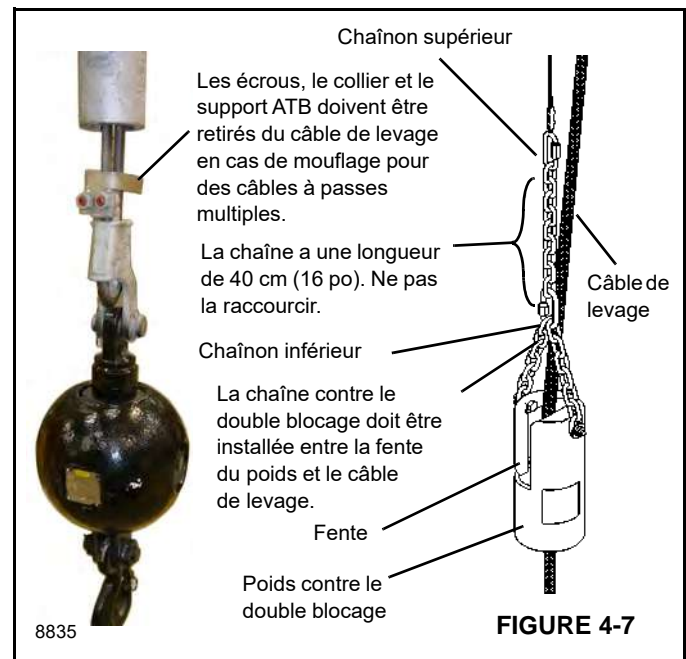

FIGURE 4-7
20. Retirer l'interrupteur de protection contre le double blocage (ATB) et l'ensemble poids/chaîne, puis les poser sur la pointe du bras (voir Figure 4-7). Veiller à utiliser la clavette fournie avec l'interrupteur.
5. Débrancher le connecteur du câble ATB/RCL (12, Figure 4-4) de l'arrière du bras. Rebrancher le connecteur de l'interrupteur ATB/RCL à la pointe de la flèche. Déplacer l'ensemble poids/chaîne jusqu'à la pointe de la flèche (voir Figure 4-7).
1. Si nécessaire, débrancher le connecteur du câble ATB/RCL de l'arrière du bras. Rebrancher le connecteur de l'interrupteur ATB/RCL à la pointe de la flèche. Déplacer l'ensemble poids/chaîne jusqu'à la pointe de la flèche (Figure 4-7).
Pour empêcher le câble de levage de glisser hors du poids ATB, créer celui-ci comme illustré à la Figure 4-7.
NOTE : Les écrous, le collier et le support ATB doivent être retirés du câble de levage pour moufler ce dernier sur les poulies de moufle à crochet et de nez de flèche en cas de mouflage pour des câbles à passes multiples comme illustré sur la Figure 4-7. Remettre le collier et les écrous sur le câble avant de procéder à un levage de charge.
NOTE : Le support ATB est destiné à un usage avec câble en passe unique uniquement. Lors du passage d'un câble en passe unique à un câble à passes multiples, le support ATB illustré à la Figure 4-7 doit être enlevé du câble de levage pour que ce câble puisse être mouflé avec l'accouplement à clavette à travers les poulies du nez de flèche et du moufle à crochet. Remettre le collier et les écrous sur le câble avant de procéder à un levage de charge.